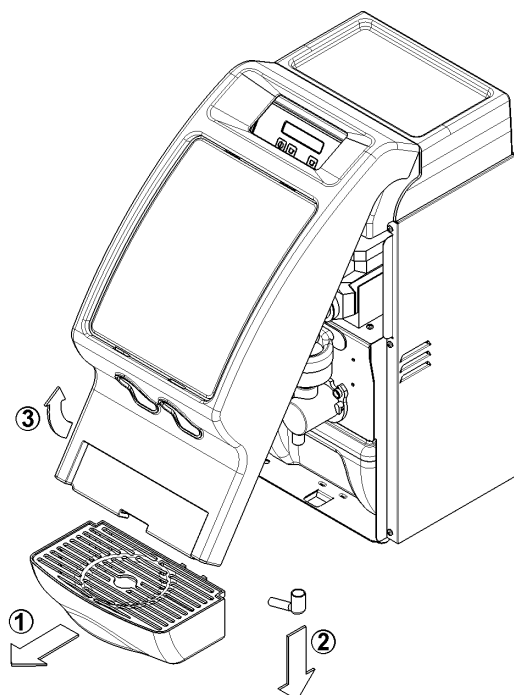

Bild 1
- 2 Entfernen Sie den Tropfenfängerkasten (1), die Ausgabedüsen des Produktes (2) und dann die vordere
Abdeckung des Automaten (3). (Bild 1).
6 Bringen Sie die vordere Abdeckung, die Ausgabedüsen und den Tropfenfängerkasten wieder an, indem Sie in umgekehrter Reihenfolge als zuvor beschrieben vorgehen (Bild 1).